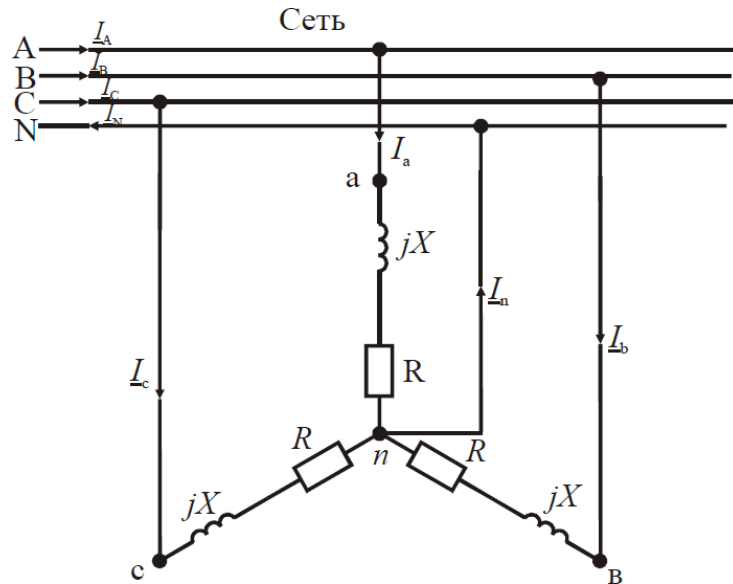

Рис. 4
**Задача 5.** В трехфазную четырехпроводную сеть с линейным напряжением  $U = 380$  В включены по схеме звезда осветительные лампы ДРЛ с параметрами  $R, X$  в каждой фазе. Параметры  $R, X$ , приведены в таблице 5. Электрическая схема замещения показана на рис. 4. Определить фазные токи потребителей. Построить в масштабе векторную